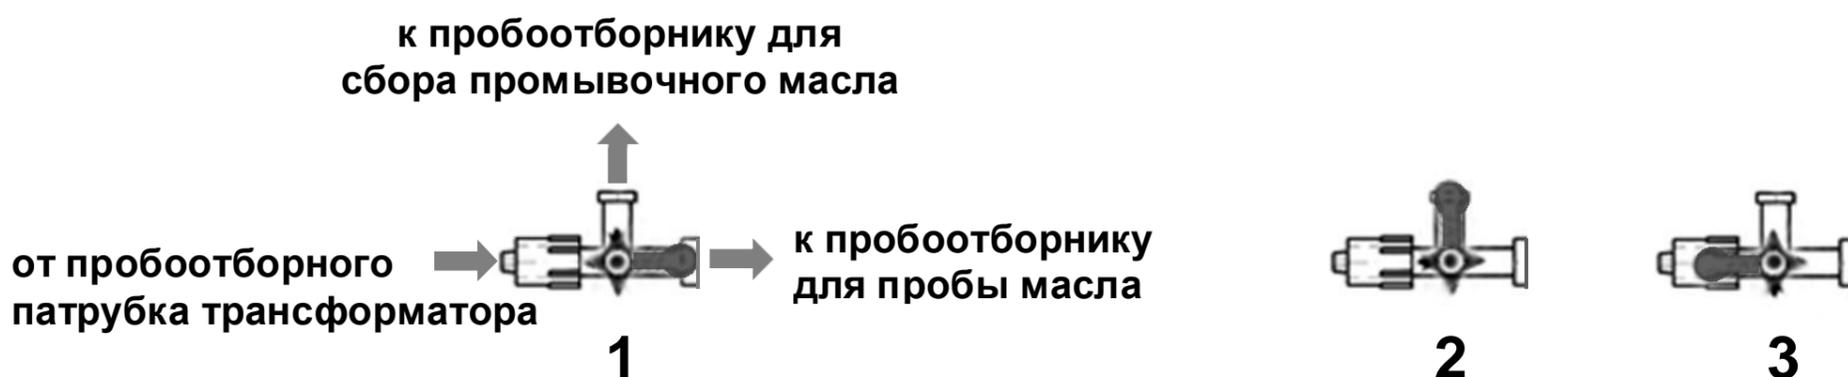

Рис. 3. Положения ручки трёхходового краника
7.5. Перед отбором пробы слейте в пробоотборник (7) небольшое количество масла для промывки и удаления загрязнений,
которые могут находиться в пробоотборном патрубке (5). При этом промывается внутренний объем соединительной трубки (1). Для этого (См. рис. 3):
- переведите трёхходовой краник (2) в положение **1** (Рис. 3) – отбираемое масло будет направлено в пробоотборник (7);
- осторожно откройте пробоотборный вентиль (6);
7.6. Придерживая пробоотборник (8), переведите трёхходовой краник (2) в положение **2** (Рис. 3) – отбираемое масло будет направлено в пробоотборник (8).
- переведите трёхходовой краник (2) в положение 1 (Рис. 3)
- масло будет направлено в пробоотборник (7);
- аккуратно скрутите переходник типа «П» (4) с пробоотборника (8);
- не надавливайте на гибкую оболочку пробоотборника (8) после отсоединения переходника типа «П» (4) с трёхходовым краником (2) – возможно расплёскивание масла.
- закрутите с достаточным усилием крышку пробоотборника (8);
- аккуратно выкрутите переходник типа «Т» (3) из пробоотборного вентиля (6);
- выждете, пока остатки масла сольются из пробоотборного вентиля (6) и соединительной трубки (1) в пробоотборник (7).
- переведите трёхходовой краник (2) в положение 3 (Рис. 3)
- масло не будет поступать в пробоотборники (7) и (8);
- аккуратно скрутите переходник типа «П» (4) с пробоотборника (8), не надавливая на гибкую оболочку, и закрутите с достаточным усилием крышку пробоотборника (8);
- присоедините пустой пробоотборник через переходник типа «П» (4) к трёхходовому кранику (2);